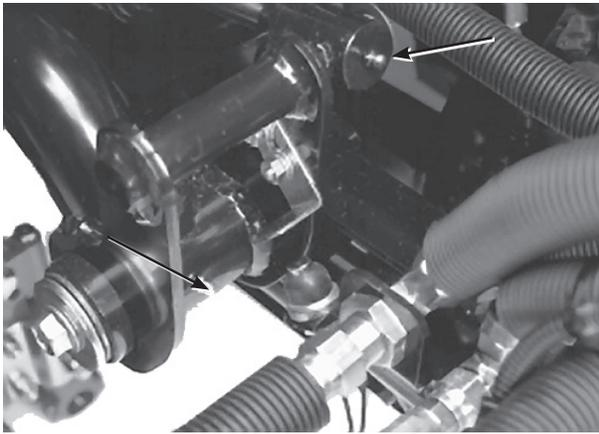

图 27
- 後昇降アームのピボット昇降シリンダ (2か所; 図27)